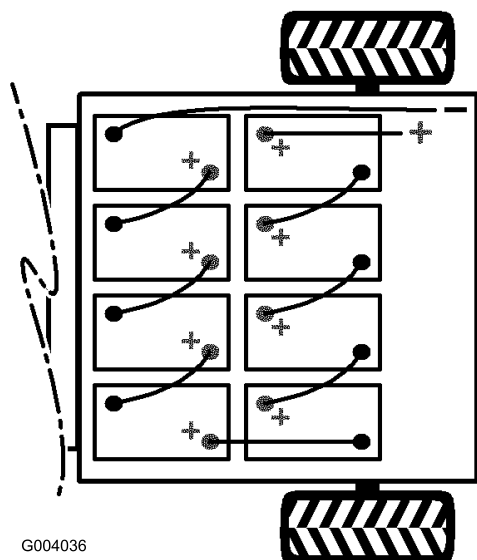

Figure 6
4. Installez les batteries comme illustré à la Figure 6.
Remarque: Tenez compte de la polarité lors de la mise en place des batteries neuves (Figure 6).
9. Connectez le long câble noir négatif principal entre la rangée de batteries et le véhicule (Figure 6).
6. Reliez les batteries entre elles avec les câbles fournis avec les pièces détachées, comme illustré à la Figure 6. Ne faites pas passer les câbles sur des angles vifs.
7. Serrez le boulon et fixez l'autre côté de l'attache avec un boulon (5/16 x 3/4 pouce) et un écrou à embase (5/16 pouce) neufs (Figure 6).
8. Connectez le long câble rouge positif principal entre la rangée de batteries et le véhicule (Figure 6).